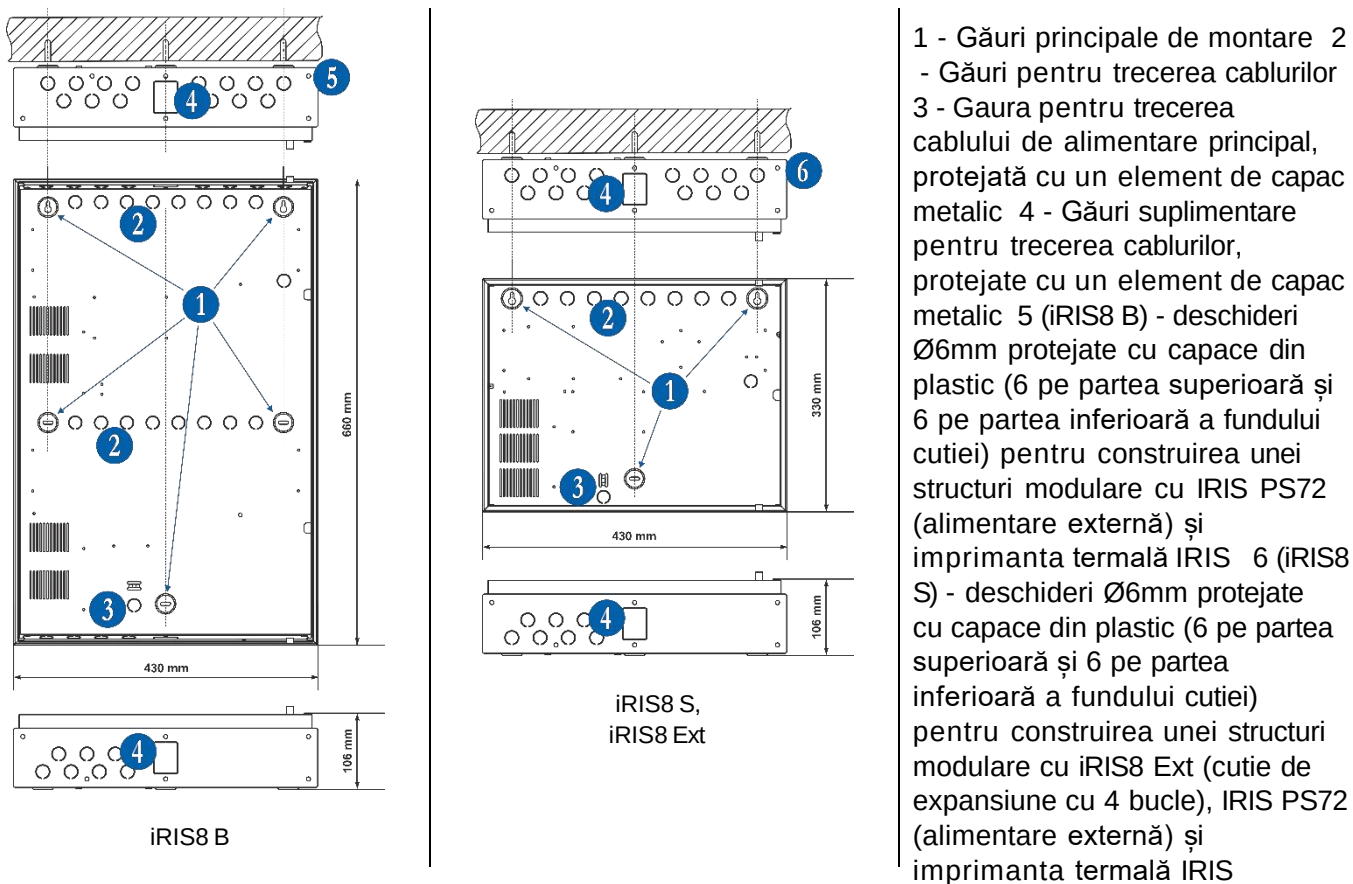

Figura 5
- Alegeți intrările pentru cablurile sursei principale de alimentare, bucle, sonerii, dispozitive de control etc. Îndepărtați elementul capac metalic doar din acele găuri pentru trecerea cablurilor (Figura 5).
- Elementele fundului cutiei metalice sunt descrise în Figura 5.